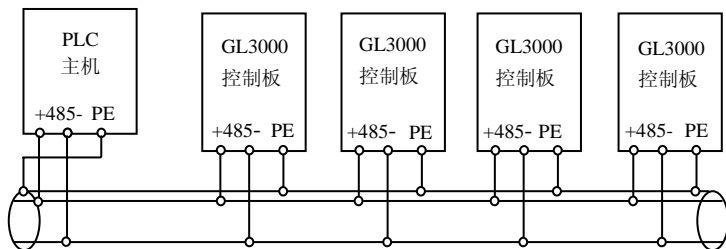
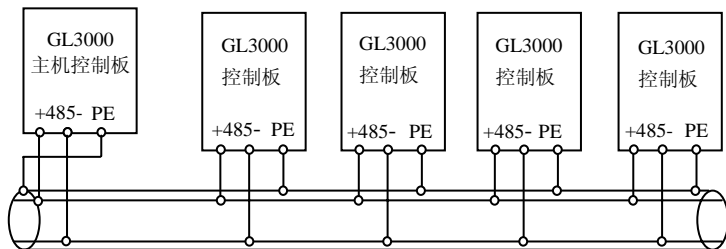

图 3-14 PLC 与变频器多机通信时的接线图(变频器、电机全部良好接地)
图 3-15 变频器多机通信时的接线图(变频器、电机全部良好接地)
(3) 多台变频器可通过 RS485 连接在一起, 由 PLC (或上位机) 作主机控制, 如图 3-14 所示, 也可以其中一台变频器作主机, 其它变频器作从机, 如图 3-15 所示。随着连接台数的增加, 通讯系统越容易受到干扰, 建议按如下方式接线: